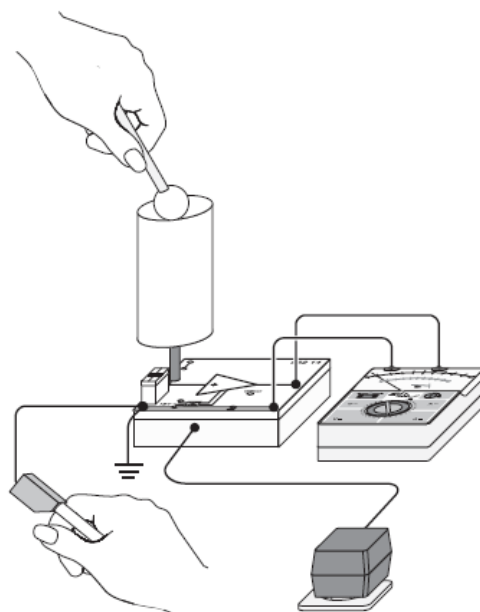

Fig. 5
- În timpul măsurărilor țineți bagheta (f) în mână. Deplasați cușca Faraday cu bagheta izolatoare (fig. 5)